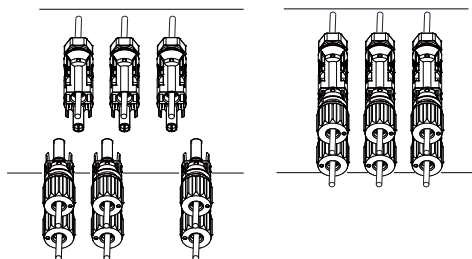

Abb. 5.6 DC-Eingangsanschluss
d) Stecken Sie schließlich den DC-Stecker in den positiven und negativen Batterieeingang des Wechselrichters, wie in Abbildung 5.6 dargestellt.